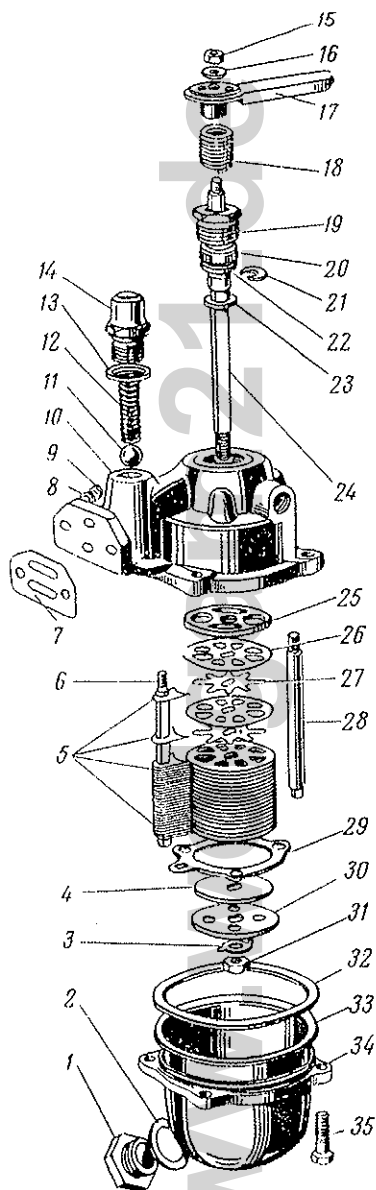

Bild 113 Einzelteile des Hauptstromölfilters:
- Verschlußschraube 1 des Abflußblochs (Bild 113) losdrehen;